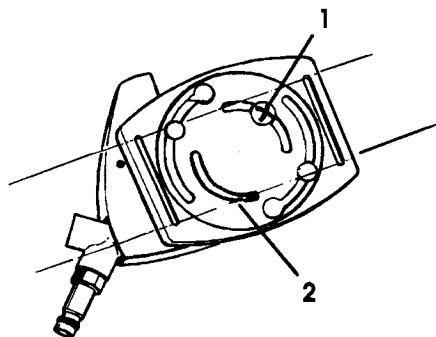

Abb. 2
- a) Schraube (Abb. 2 , Nr. 1) lösen, Scheibe (Abb. 2, Nr.2) drehen, anschließend Schraube wieder festziehen.